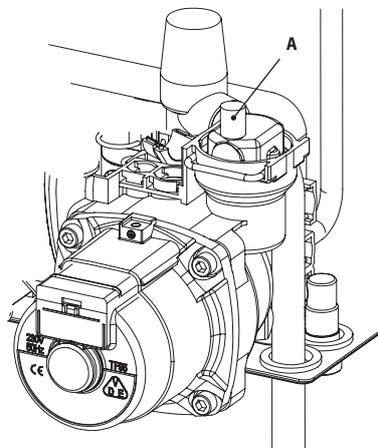

Figura 6.1
- Allentare il tappo della valvola di sfogo automatica A in Figura 6.1.